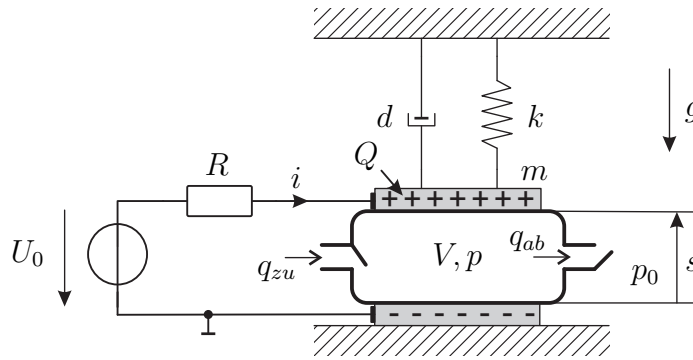

Abbildung 1: Prinzipskizze der Mikropumpe.
1. Im Folgenden wird die Mikropumpe aus Abbildung 1 betrachtet. Die Mikropumpe besteht aus zwei Kondensator-Platten mit dem Abstand s und der Fläche A . Zwischen den beiden Kondensatorplatten befindet sich eine Druckkammer mit dem Volumen $V(s) = As$ und dem Druck p . An der oberen Platte, mit der Masse m und der Ladung Q , ist eine Feder mit der Federkonstante k und ein linearer, geschwindigkeitsproportionaler Dämpfer mit der Dämpfungskonstante d befestigt. Die Feder ist bei der Position $s = s_0$ entspannt. Durch Anlegen einer Spannung U_0 kann der Plattenabstand s variiert werden. Die Spannungsquelle U_0 besitzt den Innenwiderstand R . Die Erdbeschleunigung g ist zu berücksichtigen.